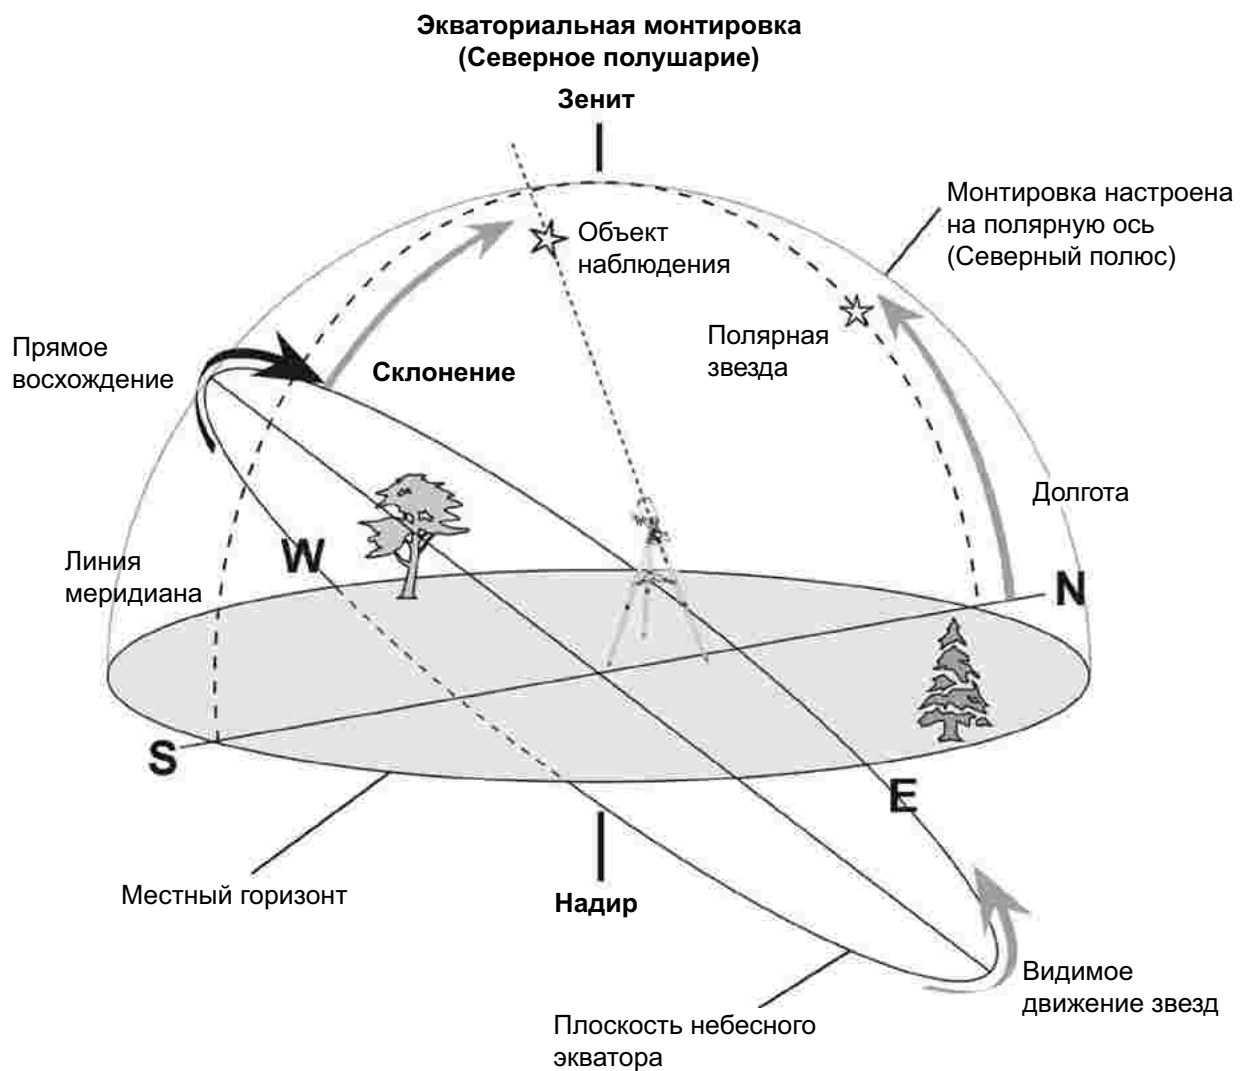

Рис. 17
Такая настройка позволяет наклонить монтировку на угол, соответствующий широте наблюдателя, после чего монтировка поворачивается вокруг небесного (и земного) экватора (рис. 17). Небесный экватор становится «горизонтом» монтировки, причем часть этого «горизонта» скрыта поверхностью Земли. Движение в этой системе координат, соответствующее азимутальному движению, называется прямым восхождением (RA). Кроме того, монтировка поворачивается на север (+) и юг (-) от небесного экватора в сторону небесных полюсов. Отрицательное или положительное отклонение монтировки от небесного экватора называется склонением (Dec).